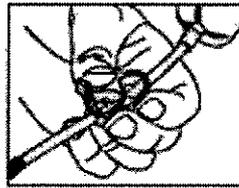

Figura 19
1. Cierre la pinza situada debajo de la cámara de presión (figura 19). Cuando haya programada otra intervención quirúrgica en el mismo día, deje colocado el tubo de entrada.